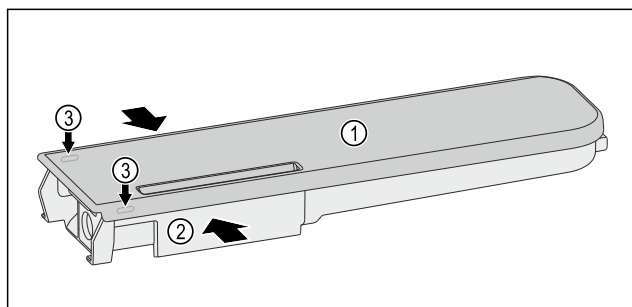

Fig. 174
- ▶ Nyomja össze a víztárolót Fig. 174 (2), és óvatosan emelje le, a fedelet Fig. 174 (1) a reteszelő fülekről Fig. 174 (3), majd húzza fel.
- ▶ Mozdassa óvatosan oda-vissza a fedelet Fig. 174 (1), majd könnyed mozdulattal vegye le felfelé.